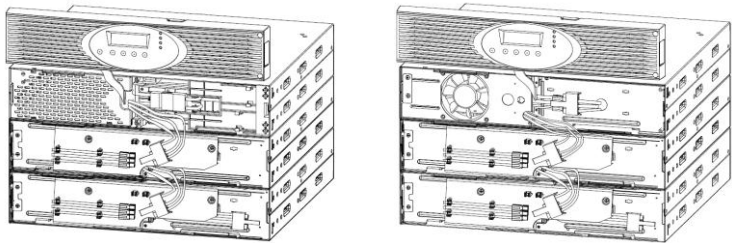

Abbildung 8: Typische Installation mehrerer Batteriepakete
6. Stecken Sie das Kabel des Batteriepaketes in den Batterieanschluss der USV-Anlage, wie in Abbildung 8 dargestellt wird. Bis zu vier Batteriepakete können an die USV-Anlage angeschlossen werden.